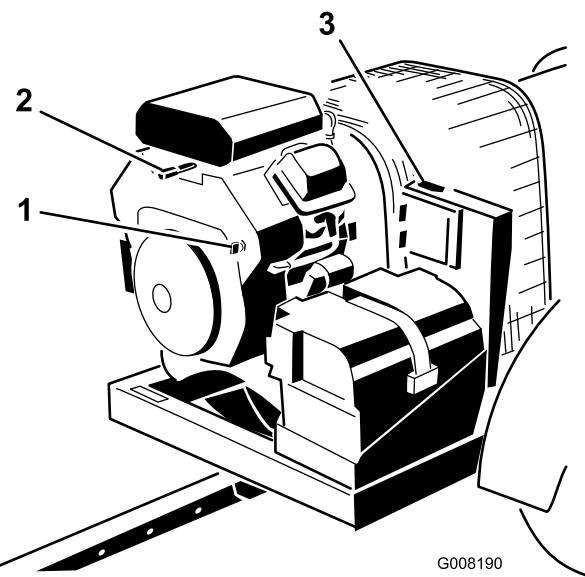

Figure 9
3. Tournez la clé de contact en position Démarrage puis relâchez-la pour qu'elle revienne rapidement en position Contact (Figure 9). Cela a pour effet de réveiller le récepteur.
4. En quittant la machine, tournez la clé en position d'arrêt avant de l'enlever (Figure 9).